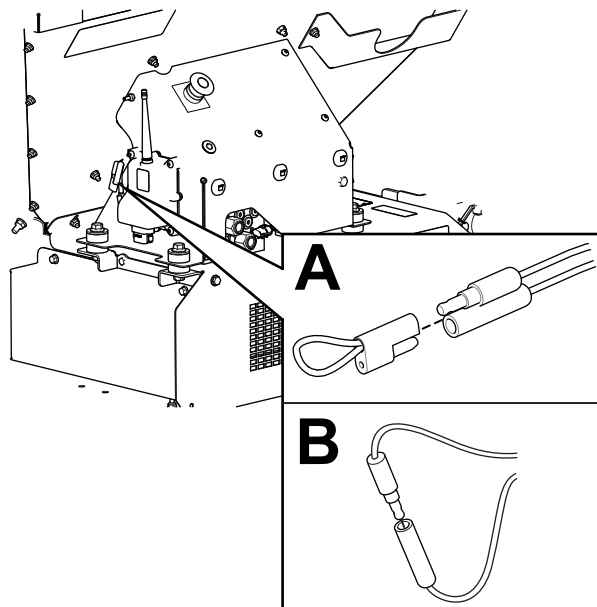

Bild 59
2. Ziehen Sie die unverlierbare Kappe der zwei Diagnostik-Shuntstecker ab (Bild 59, A).
3. Stecken Sie die Diagnostik-Shuntstecker zusammen (Bild 59, B).
2. Trennen Sie die Diagnostik-Shuntstecker (Bild 59 B).
3. Drücken Sie die unverlierbare Kappe auf die zwei Diagnostik-Shuntstecker (Bild 59, A).